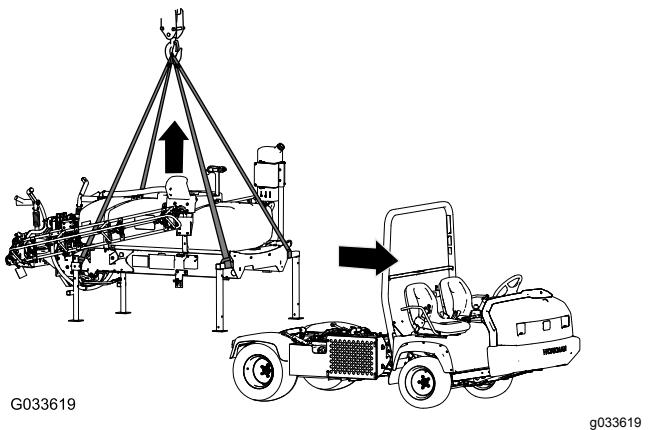

Figure 135
1. Abaissez les rampes à 45° environ et faites les pivoter en avant (Figure 135).
- 5. Attachez le matériel de levage aux tubes horizontaux des jambes de support avant et le montant vertical aux jambes de support arrière (Figure 135).
7. Levez le patin de la cuve à une hauteur suffisante pour éviter le patin de la machine (Figure 135).